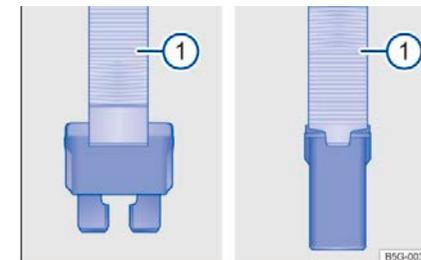

Рисунок 119 Удаление или установка предохранителя с помощью пластмассовых щипцов: ⓘ Плоский предохранитель, ⓘ Предохранитель блочного типа
- Используйте держатель предохранителя или аналогичный инструмент → рис. 119 .
- Отрегулируйте губку пластикового зажима, чтобы он подходила → рис. 119   или → рис. 119   , в зависимости от типа предохранителя, а затем зажмите предохранитель сбоку.